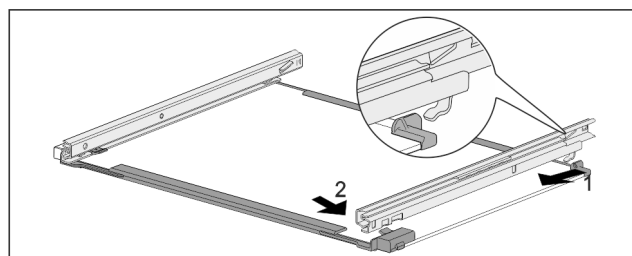

Fig. 191 Płyta szklana z szynami
- ▶ Zaczepić szynę z tyłu. Fig. 191 (1)
- ▶ Zazębic szynę z przodu. Fig. 191 (2)